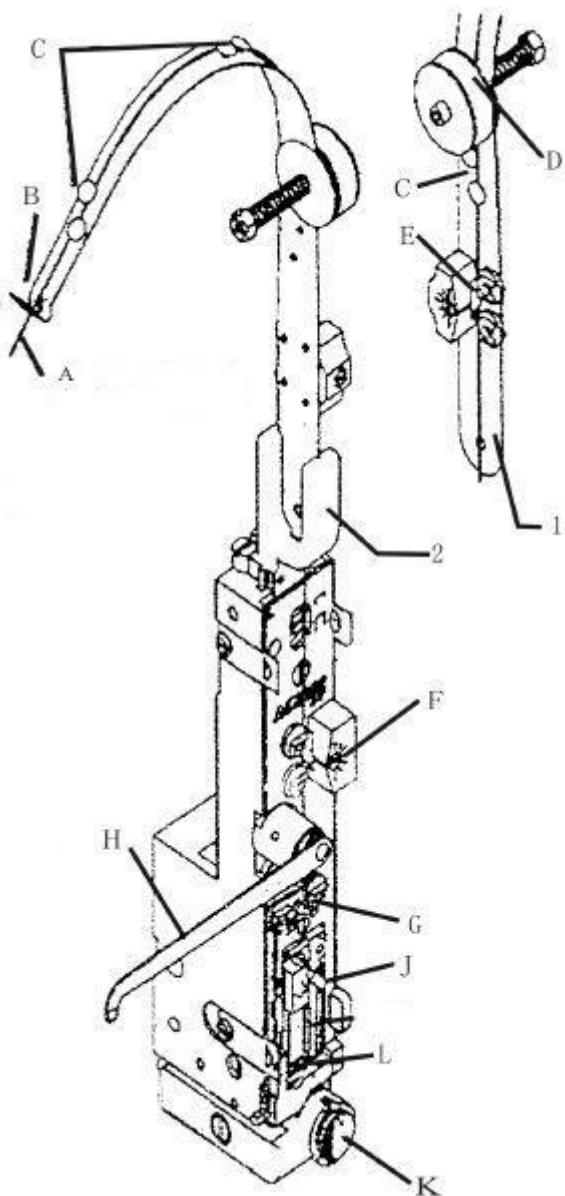

Рис. 1
Проволока с катушки (Рис. 1 - А) вставляется в щелевое отверстие (В) направляющей подачи проволоки (1), затем по ее поверхности проходит через:
- Сквозное отверстие U-образного профиля (2),
- Между роликом давления (G) и подпружиненной пластиной (при опускается вниз вручную),
- В зажимном устройстве толкателя (J) (левая часть отклоняется за основание штока),
- И вставляется в сквозное отверстие (L)
1. Требуется отключить машину от электропитания и ослабить винт «A» (Рис. 1);